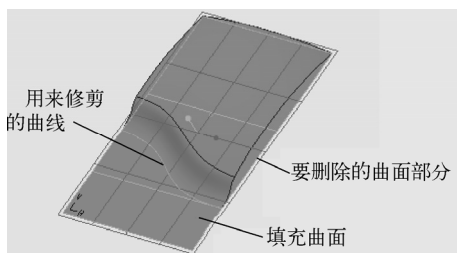

图 7-134 定义修剪
3) 系统自动激活~(曲线)收集器。选择用来修剪面组的曲线，单击鼠标中键。然后选择要删除的曲面部分(即选择要删除的一侧曲面)，如图7-134所示。